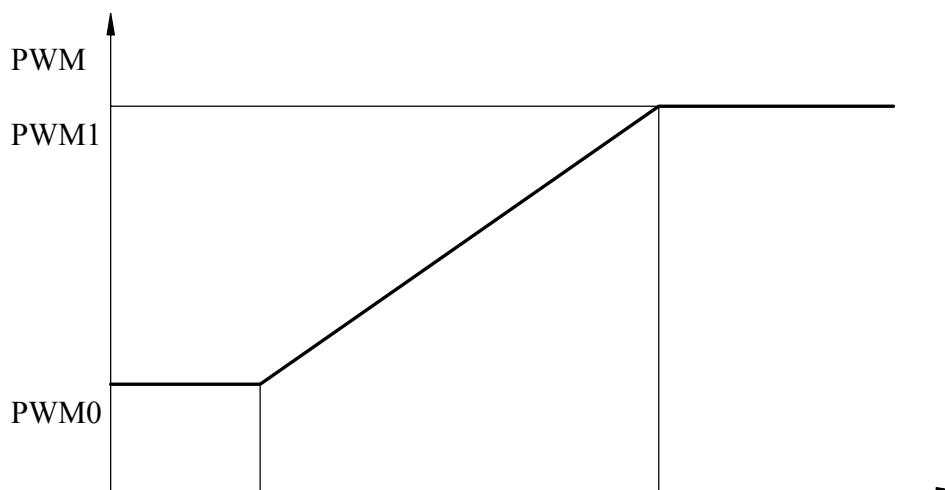

Рис. 5. Зависимость выходного относительного напряжения от частоты и табличных параметров.
3.8.7. **Тип 4** – параметры кривой выходного относительного напряжения ($PWM=f(Fp)$) (рис.5).